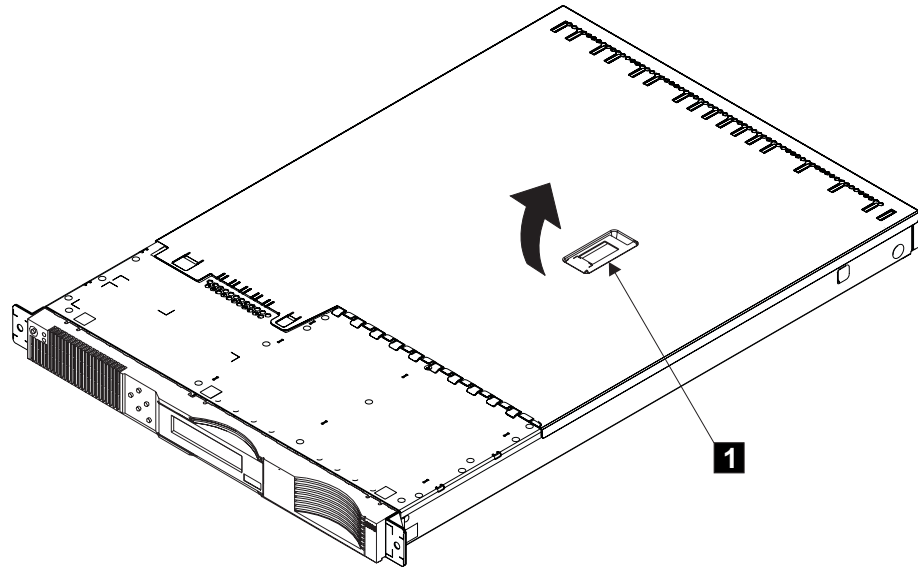

図 69. 上部カバーの取り外し
3. レバーを持ち上げます。図 69 の **1** を参照してください。このアクションで、上部カバーが後方に約 13 mm (0.5 インチ) 移動します。